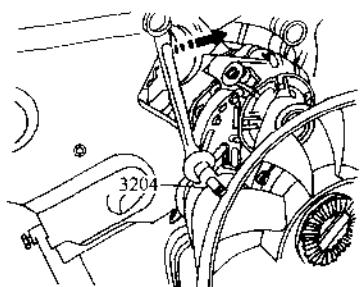
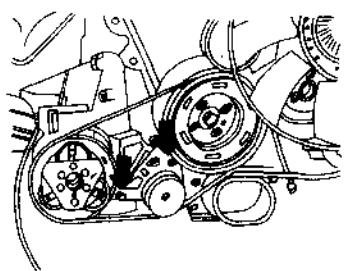

图 2-7 拆下动力转向泵
图 2-8 拆卸螺栓
(9) 拆卸带附件的固定支架。
(10) 拆下传动带。
(11) 拧下动力组合架上的动力转向泵，如图 2-7 所示。不要断开或松动转向泵上所连的转向油管和接头。
(12) 拆卸空调系统，不要打开制冷剂回路。为避免冷凝剂和制冷剂管道、软管受损，不要过度拉伸、弯曲及扭曲管道和软管。
(13) 拧下制冷剂管道的固定夹。
(14) 拆下空调压缩机与支架的连接螺栓，如图 2-8 所示。
(15) 拆下空调压缩机，并用电线将其悬挂在副车架上，不要用制冷剂管路承载压缩机重量。